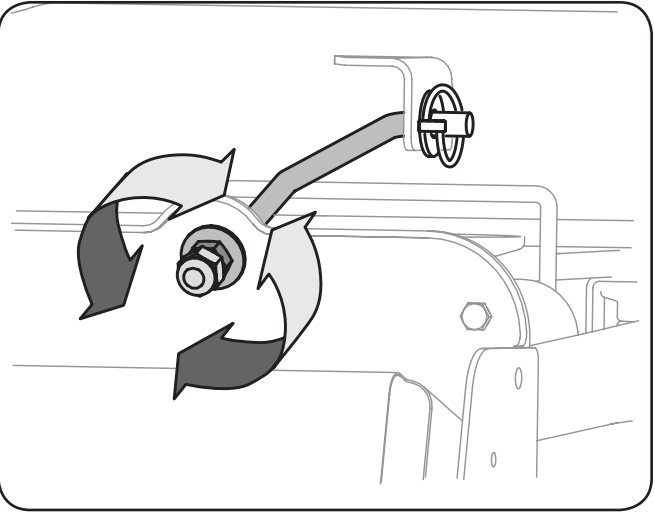

Figure 6-5
1. Desserrez le contre-écrou à six pans qui se trouve sur la tige de suspension du plateau de coupe et éloignez-la de l'écrou à six pans interne. Voir la Figure 6-5.
3. Desserrez l'écrou à six pans pour abaisser l'avant du plateau de coupe. Voir la Figure 6-5.